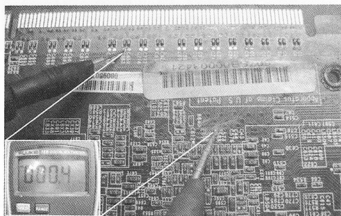

图 5-17 跑线
(4) 从耦合电容沿着线路跑到 GPU 后面的过孔, 如图 5-17 所示。